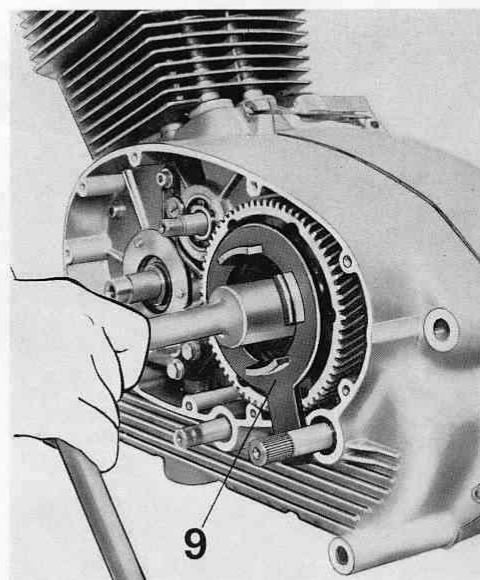

Fig. 19
- il corpo frizione fisso e l'ingranaggio trasmissione con attrezzo di tenuta n. 55912800 (9 di fig. 19) dopo aver svitato con apposita chiave il dado;